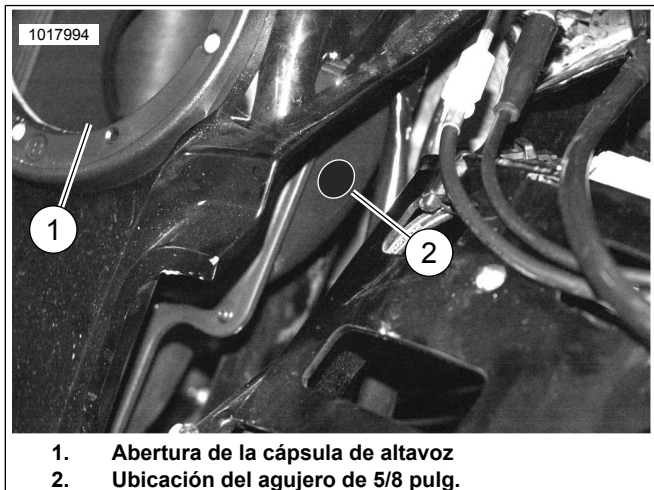

Figura 23. Ubicación del agujero
Consulte la Figura 23. Desde adentro de la abertura de la cápsula de altavoz (1), haga un agujero de 16 mm (5/8 pulg.) (2) en el área general de la superficie plana.